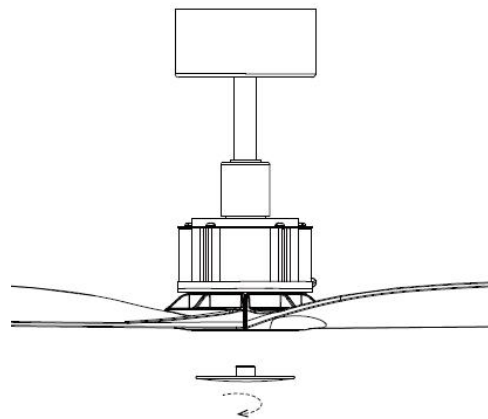

Fig. 8
- Monteer tot slot de onderafdekking op de motorstang door deze er rechtsom op te draaien. Fig.8